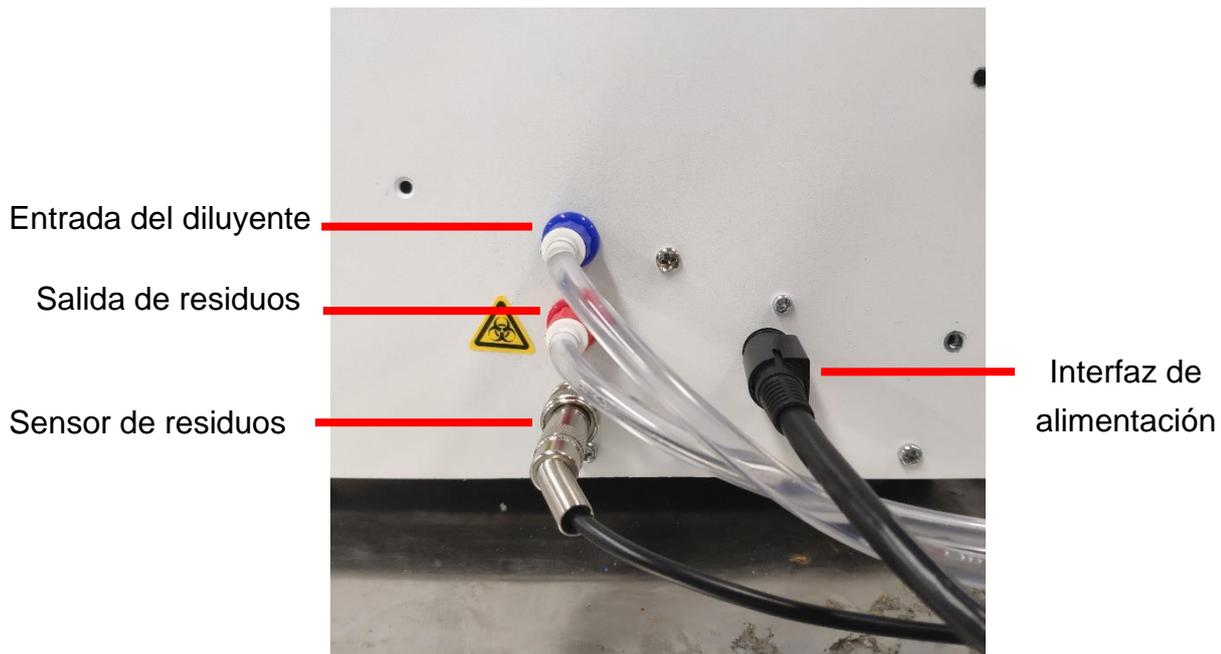

Figura 4-10 Entrada del diluyente y salida de residuos
1. Inserte el adaptador del suministro eléctrico en la interfaz de alimentación, ubicada en la parte trasera del analizador, como se muestra en la Figura 4-10.